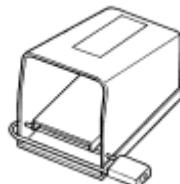

图1—锁定脚踏开关
10. 当不使用机器时，请锁定好脚踏开关（见图1），防止不小心碰倒它启动机器了。